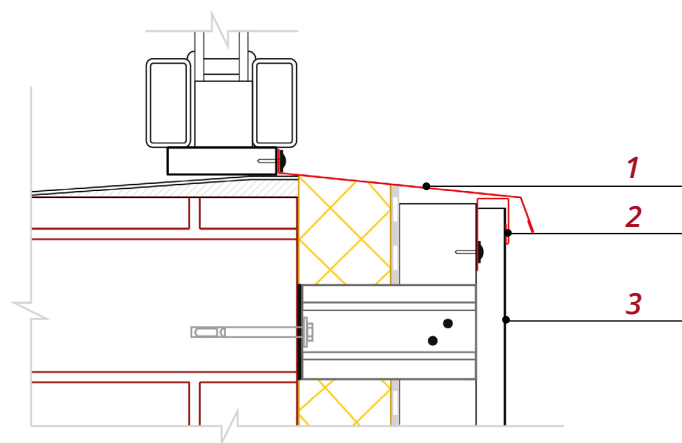

Рис. 27
■ Глубину выреза делайте так, чтобы смонтированная панель **3** вырезом вошла в П-образную планку **2** под отливом **1** (рис.27).
■ Если под окном установлен Н-профиль, необходимо делать разметку панелей с учетом размеров Н-профиля (рис.27).